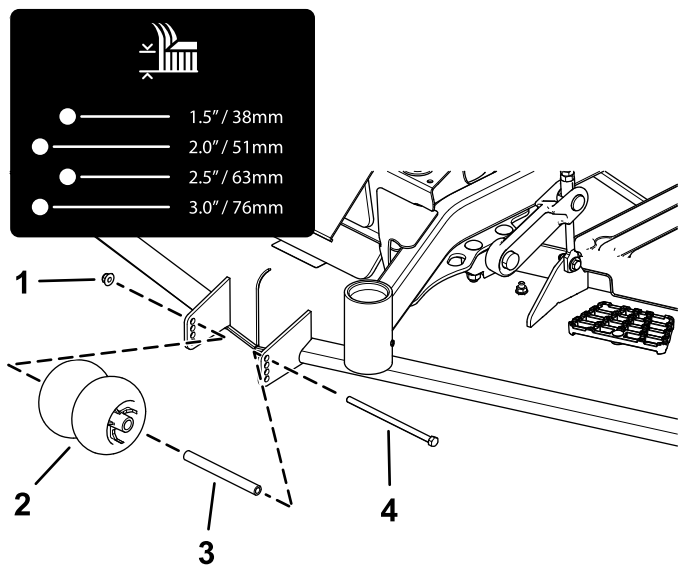
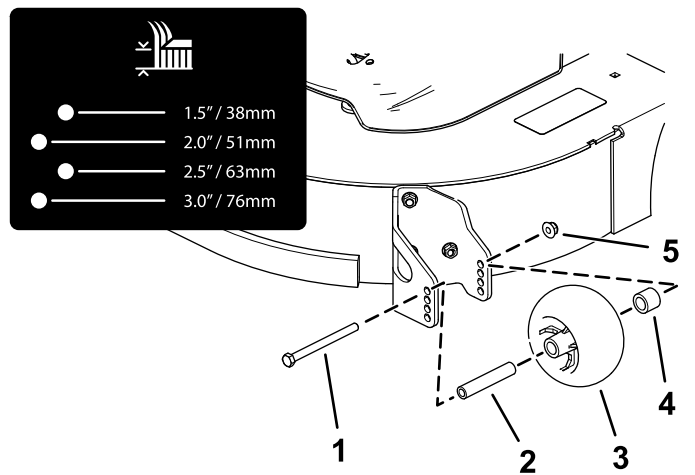
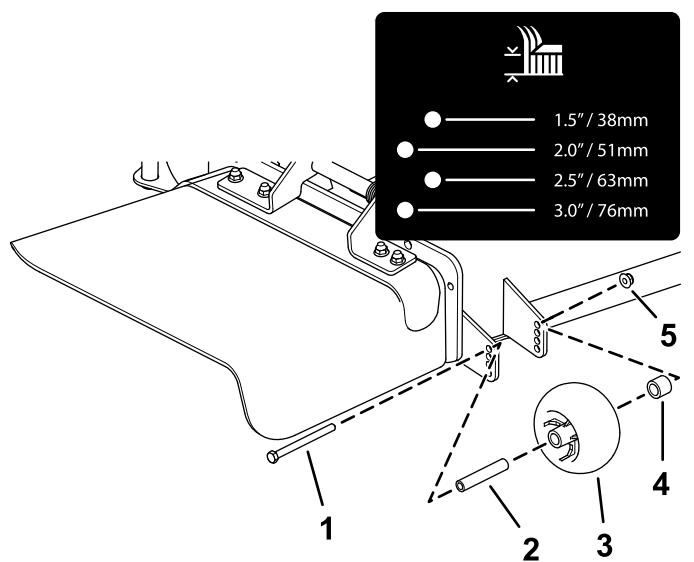
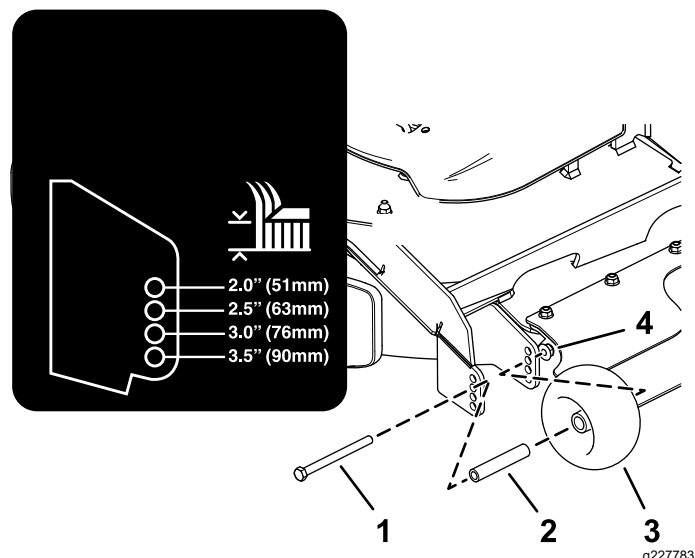

Figura 25
Figura 27
Figura 26
Figura 28
4. Ajuste los rodillos protectores del césped como se muestra en la Figura 25, la Figura 26, la Figura 27 y la Figura 28.